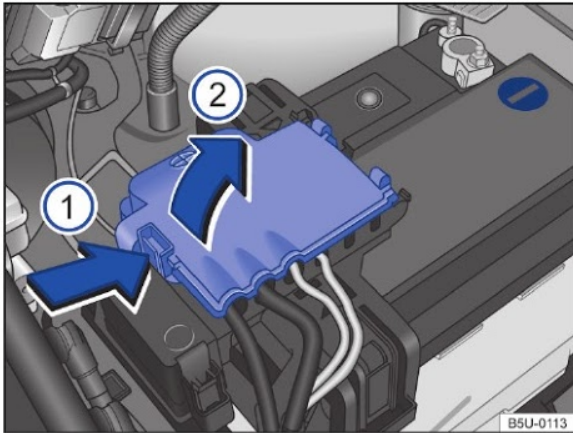

Fig. 123 Compartimento do motor: acesso ao terminal positivo da bateria.
- Abrir a cobertura do polo positivo. Para abrir pressionar a trava no sentido da seta → Fig. 123 (1), rebater a cobertura para o lado no sentido da seta (2).
- Conectar uma extremidade do cabo auxiliar de partida *vermelho* ao polo positivo (+) do veículo com a bateria do veículo descarregada (A) → .
- Conectar a outra extremidade do cabo auxiliar de partida *vermelho* ao polo positivo (+) da bateria do veículo fornecedora de corrente (B).
- Conectar uma extremidade do cabo auxiliar de partida *preto* ao polo negativo (-) da bateria do veículo fornecedora de corrente (B).
- Conectar a outra extremidade do cabo auxiliar de partida *preto* (X) no veículo com a bateria do veículo descarregada em uma peça maciça de metal aparafusada firmemente ao bloco do motor ou no próprio bloco do motor - porém não nas proximidades da bateria (A) → .